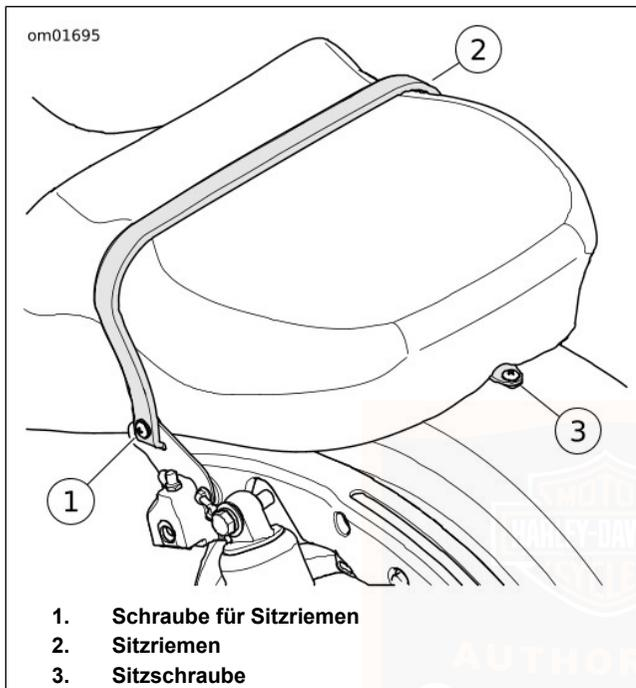

Abbildung 105. Schraube für Sitzriemen
3. Siehe Abbildung 105 >. Die Schraube entfernen, um den Sitzriemen von der Halterung zu lösen.
2. Siehe Abbildung 105 >. Die Sitzhalterung mit der Schraube am Hinterradschutzblech befestigen. Festziehen.
5. Siehe Abbildung 105 >. Den Riemen in den Schlitz der Sitzriemenhalterung einführen.